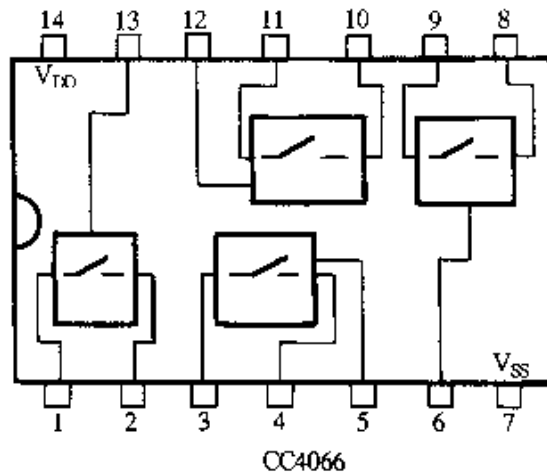

图 2-390
⑮ 图 2-390 所示为四双向模拟开关 CC4066 引脚功能图。CC4066 内含四个独立的能控制数字信号或模拟信号传送的模拟开关,可传输的信号上限频率为 40 MHz。当控制端为“1”时,两输入/输出端之间导通,允许信号双向传输。